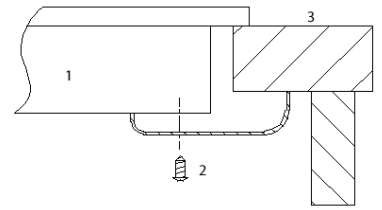

Abbildung 2
- Die Dichtung sorgfältig an der Unterseite des Kochfeldes ankleben (Abb. 2).
- Das Kochfeld an der Arbeitsplatte von unten mit 4 Stk. Schrauben (Abb.2) befestigen.